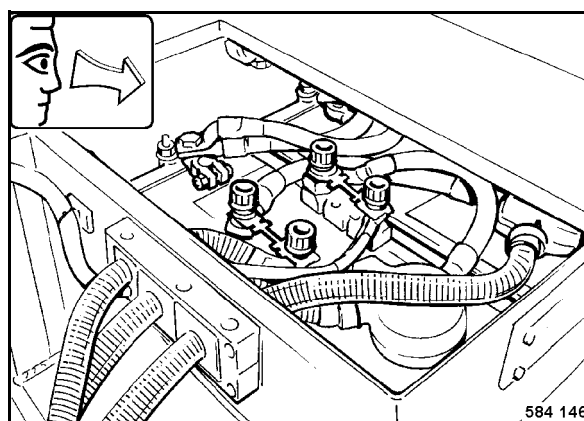

fig. 109
- Retirer la batterie (fig. 109) et nettoyer le caisson.